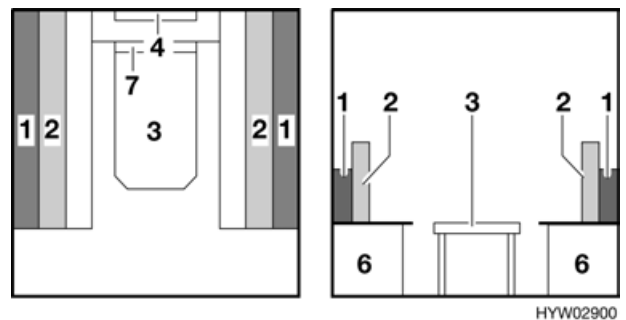

Bild 41 Während des Umbaus
- Tischplatte (Bild 41,3) um ca. 45° anheben, aus der oberen Halteschiene (Bild 41,4) heben und im 45°-Winkel halten.
- Tischplatte im 45°-Winkel in die untere Halteschiene (Bild 41,7) einhängen und mit den Stützen auf dem Boden abstellen.